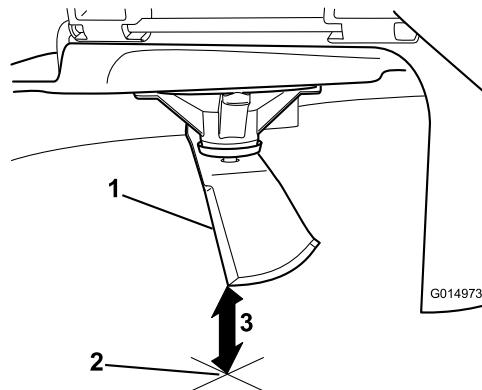

Рисунок 67
- Измерьте расстояние от конца ножа до плоской поверхности (Рисунок 67).